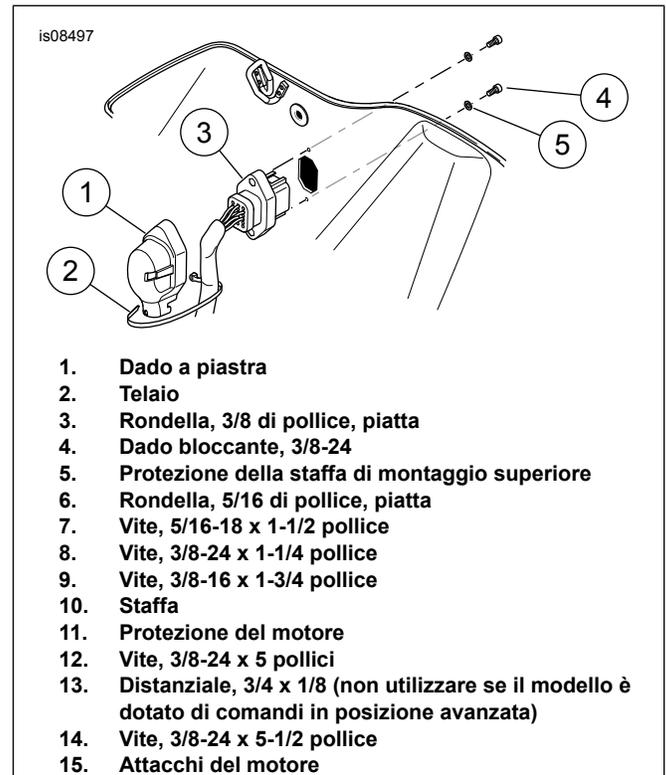
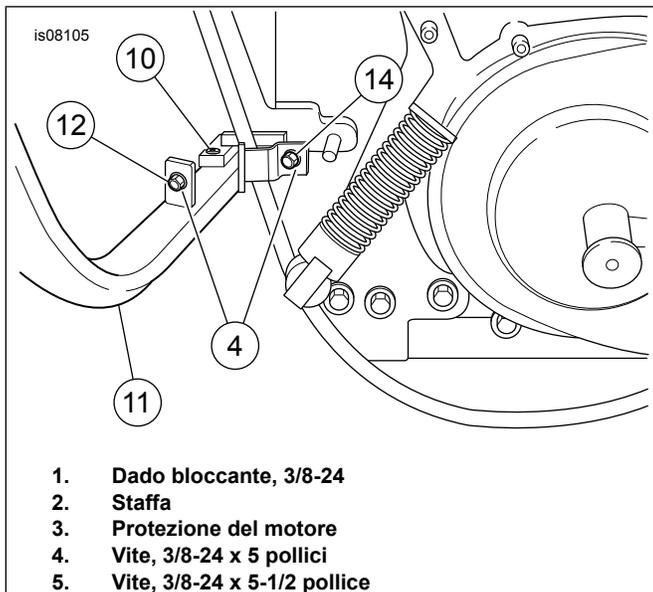

Figura 1. Smontaggio/Installazione (modelli con alternatore)
Figura 2. Ubicazione bulloneria – Modelli a partire dalla fine del 1984
1. Vedere Figura 1. Dalla parte inferiore del canotto dello sterzo rimuovere le viti (7, 8 o 9) e la rondella piastra (6). Eliminare le viti e la rondella originali.
3. Vedere Figura 1 e Figura 2. Collocare la rondella (3) sulla vite lunga 5-1/2 pollice (14). Inserire la vite (14) in un solo attacco del motore, attraverso il distanziale (13) (salvo che la protezione del motore sia installata su un veicolo dotato di comandi avanzati, nel cui caso NON USARE IL DISTANZIALE), attraverso l'estremità disassata della staffa (10) e (con la parte disassata grande rivolta verso il lato del cavalletto del veicolo) attraverso l'altro attacco del motore. Collocare la rondella fornita dal kit (3) sull'estremità della vite (14) e fissarla con un dado bloccante (4). Verificare che la staffa non schiacci il cablaggio. Sui modelli 1986 ed anni successivi verificare che la staffa non tocchi il pressostato.
4. Vedere Figura 1. Posizionare la staffa di montaggio superiore della protezione del motore (11) sotto il canotto dello sterzo.